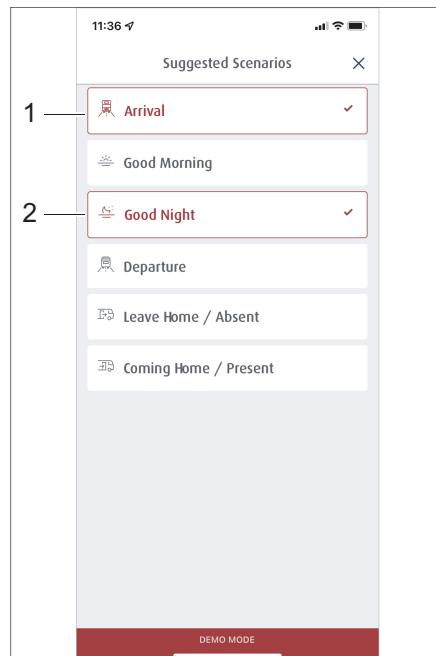
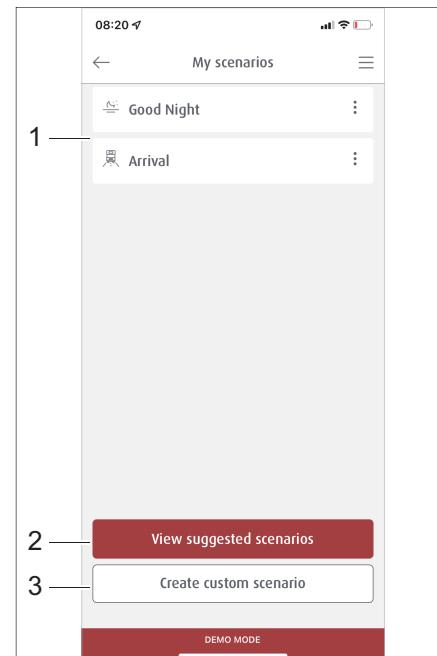

Fig. 302 Selección de escenarios preparados
Fig. 303 Gestión de escenarios
Escenarios En el área *Escenarios* se muestran todos los escenarios (Fig. 303,1) guardados, los escenarios preparados (Fig. 303,2) pueden verse o también pueden crearse de nuevos (Fig. 303,3).
- Presionar en el menú *Escenario* la opción *Ver escenarios preparados* (Fig. 303,2). Aparece una lista de escenarios preparados.
- Presionar la tecla del escenario deseado, por ejemplo, *Llegada* (Fig. 302,1) y *Buenas noches* (Fig. 302,2). Las opciones de los escenarios seleccionados aparecen enmarcadas en rojo y se incluyen en la lista del menú *Mis escenarios* (Fig. 303,1).